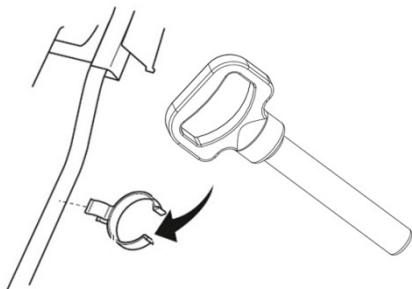

Рис. 5
6. Прикрепите лопасть и ее держатель (Рис. 5).